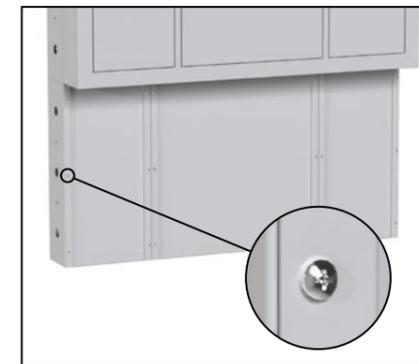

Рис. 70
7.2 Установите на нижний модуль СБ (2) 2 шт. «Панель 300 нижняя» (8) и «Панель 600 нижняя» (9), завернуть 18 винтов М4х16 - Рис. 70.